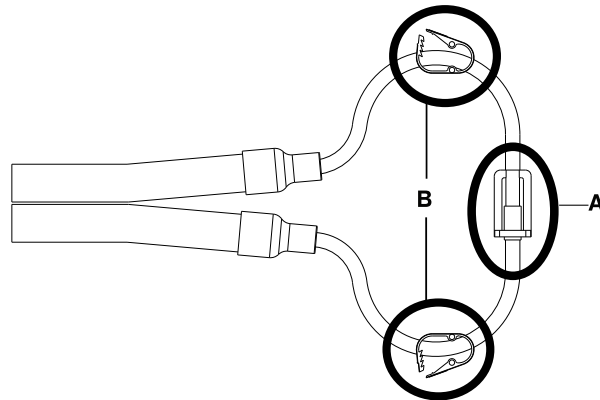

图14-27: Clik-Tite 软管末端关闭，卡箍打开
- b. 如果您有 **Clik-Tite** 软管，请确保接头末端连接和关闭 (A)，并且卡箍打开 (B)。对三个软管都完成此操作。第14-41页, 图14-27